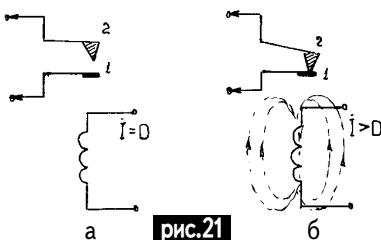

рис.21
Постоянное магнитное поле постоянного (неизменного по величине и направлению) электрического тока широко используется в электротехнике, например, в электромагнитных реле, принцип действия которых показан на **рис.21**.
Пока ток в катушке отсутствует (рис.21,а), нормально разомкнутые контакты 1 и 2, конструктивно расположенные в непосредственной близости от катушки индуктивности, остаются в разомкнутом состоянии. При этом они играют роль
Но как только по катушке начинает протекать постоянный ток, возникающее при этом магнитное поле притягивает к себе якорь (2) контактной пары, который выполнен подвижным. При этом замыкаются контакты реле, благодаря чему внешняя цепь становится замкнутой (рис.21,б). Естественно, таких контактных пар может быть несколько.